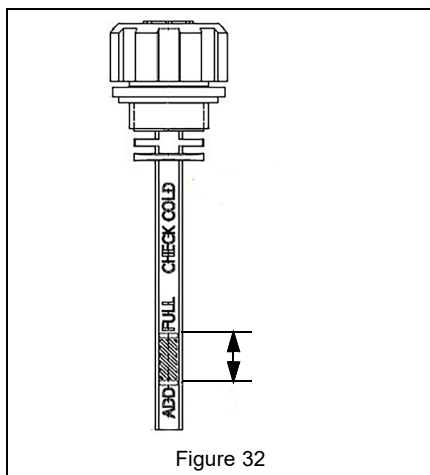

Figure 32
2. Vérifier le niveau d'huile dans les réservoirs hydrauliques. L'huile doit atteindre la partie hachurée de la jauge à huile. NE PAS trop remplir. Voir Figure 32.